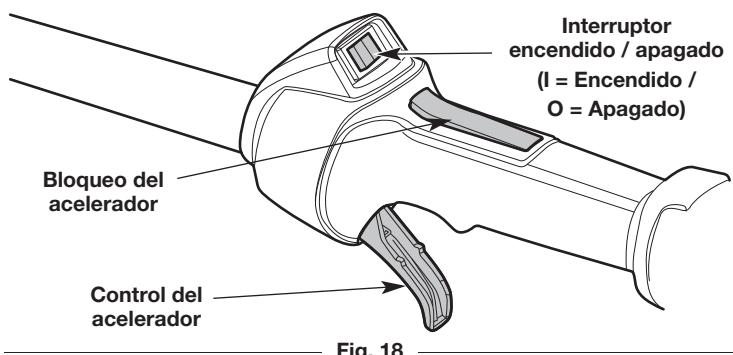

Fig. 18
NOTA: No es necesario encender la unidad. El interruptor de encendido/apagado está en la posición **Encendido (I)** en todo momento (Fig. 18).
NOTA: NO apriete el control del acelerador (Fig. 18) hasta el paso 6.
6. Oprima y mantenga apretado el bloqueo del acelerador (Fig. 18). Apriete el control del acelerador según sea necesario para el funcionamiento (Fig. 18).
2. Oprima y mantenga apretado el interruptor de encendido/apagado en la posición **Apagado (O)** hasta que el motor se pare por completo (Fig. 18).
NOTA: No hay necesidad de encender la unidad. El interruptor de Encendido/Apagado debe estar en la posición **Encendido (I)** en todo momento (Fig. 18).
NOTA: NO apriete el control del acelerador (Fig. 18) hasta el paso 8.
8. Oprima y mantenga apretado el bloqueo del acelerador (Fig. 18). Apriete el control del acelerador según sea necesario para el funcionamiento (Fig. 18).